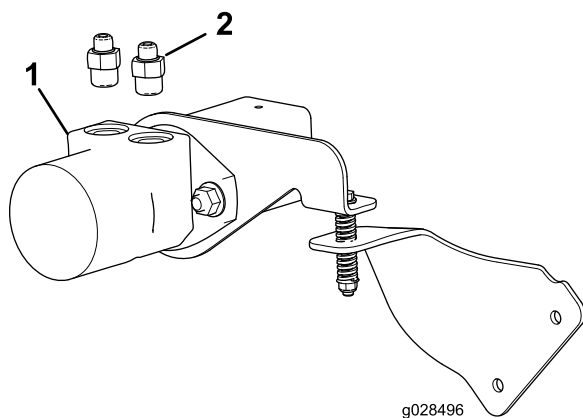

Figura 3
4. Montate i 2 raccordi idraulici dritti (5/8 poll.) sul motore idraulico, come illustrato nella Figura 3.
5. Montate manualmente a 90 gradi i raccordi dei 2 flessibili idraulici sui 2 raccordi dritti (Figura 3) fino a quando non sono stretti.